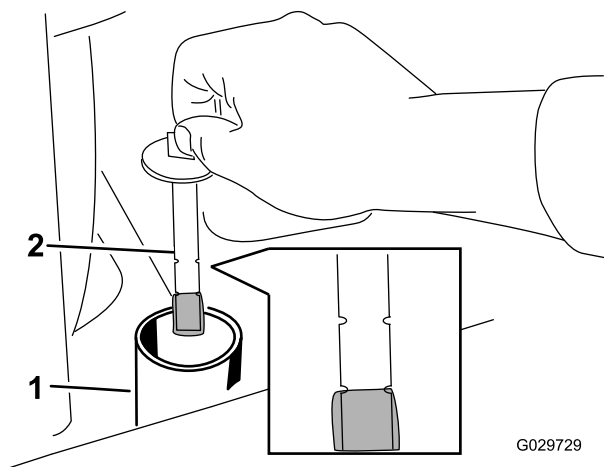

Figure 28
8. Enlevez le bouchon du goulot de remplissage et vérifiez le niveau de liquide sur la jauge (Figure 28).